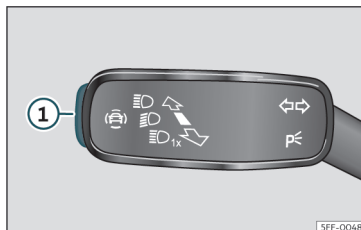

Fig. 65 Sulla leva degli indicatori di direzione e degli abbaglianti: chiave per i sistemi di assistenza alla guida (a seconda delle versioni).
- Premere brevemente il tasto » » fig. 65 ① per aprire il menu **Assistenti**.